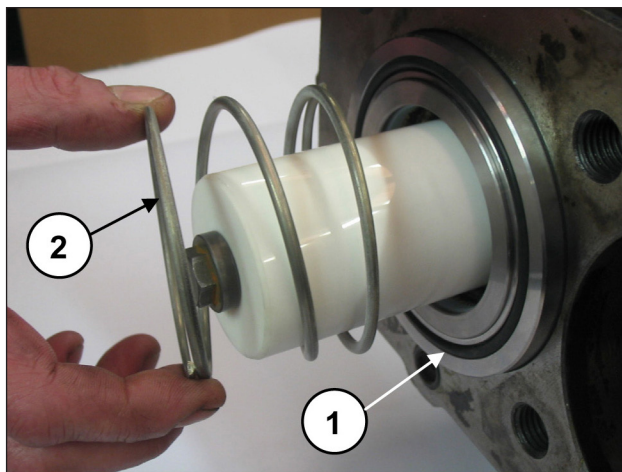

Fig. 182
Certifique-se de que o bloco da camisa - suporte chegue a se posicionar no fundo do local (pos. ①, Fig. 181); monte agora o anel circular frontal da camisa e da mola (pos. ①②, Fig. 182).